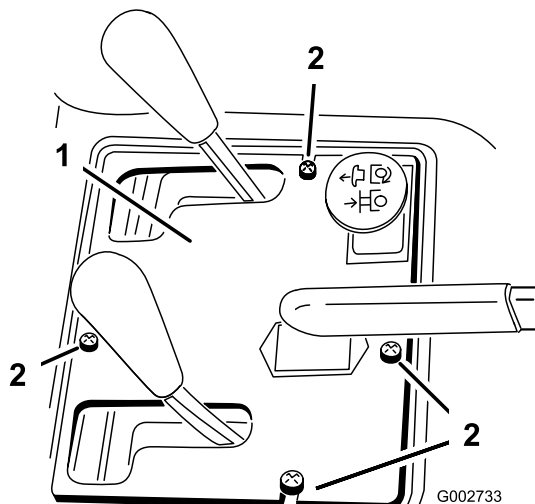

Figura 37
2. Retire los 4 pernos que fijan el panel de control al bastidor (Figura 37).